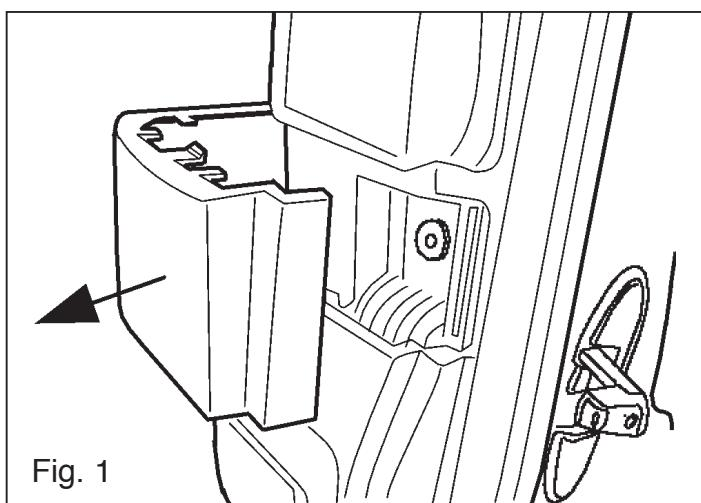

Fig. 1
1. Entfernen Sie die Stoßstange. Hierzu müssen Sie die Abdeckkappen unter den Rücklichtern erst abmontieren (Abb.1.) Achtung!!! Sorgen Sie dafür, dass die Stoßstange während der Arbeiten nicht beschädigt wird. Demontieren Sie die stählerne Stoßstangeninnenverkleidung, diese wird später nicht mehr benötigt. Wenn das Fahrzeug mit einer PDC (Parc Distance Control) ausgestattet ist, muss die Kabelhalterung bei den Punkten A aus der Stoßstange gelöst werden (siehe Foto). Befestigen Sie zwei M6x20-Schrauben in der Stoßstange mit einem Abstand von 545 mm zueinander, so dass diese mit den auf der Anhängervorrichtung befindlichen Löchern A korrespondieren. Das Ersatzrad herunter lassen. Den Auspuff runter hängen lassen und das Hitzeschild demontieren.
1. Zdemontować zderzak, w tym celu należy w pierwszej kolejności zdjąć osłony pod tylnym zespołem ośmiowym (rys.1). **Uwaga:** należy zwrócić uwagę aby w trakcie demontażu nie uszkodzić zderzaka. Zdemontować wewnętrzną metalową osłonę zderzaka, która nie będzie ponownie wykorzystywana. Jeżeli auto wyposażone jest w PDC, (kontroler dystansu parkowania) należy rozłączyć mocowanie przewodów w punktach A zderzaka (patrz rys.). W zderzaku należy przykręcić dwie śruby M6x20 w odległości 545 mm jedna od drugiej, w taki sposób aby korespondowały z otworami A znajdującymi się na hakach holowniczych. Opuścić w dół koło o zapasowe. Oraz opuścić wydech, zdemontować osłonę zderzaka.
D. Démontrer le pare-choocs. Pour cela il faudra démontrer les capsots de protection situés sous les feux arrière (figure 1). Attention !!! Veuillez à ne pas endommager le pare-choocs. Démontrer la garniture intérieure en acier du pare-choocs, celle-ci sera supprimée. Si le véhicule est équipé de PDG (Parc Distance Control), détacher du pare-choocs le support du câble situé à l'emplacement des points A (voir la photo). Monter deux boulons M6x20 dans le pare-choocs à 545 mm d'intervalle de sorte qu'ils correspondent aux trous Abaisser la roue de secours. A sur l'attache remorque. Laisser descendre l'échappement et démonter le bou-
1. Desmontar el parachoque. Para ello hay que desmontar primeros cubiertas debajo de las unidades de los luces traseras (fig. 1). ¡Atención!! Asegúrate de que no dañar el parachoque. Desmontar el armazón inferior de acceso del parachoque, el que queda anulado. Si el vehículo essta provisto de PDC (Parc Distance Control), soltar el soporte de cable del parachoque a la altura de los puntos A (véase la foto). Montar los tornillos M6x20 en el parachoque con los orificios intermedios. Bajar la rueda de repuesto. Bajar el tubo de escape y el de remolque. Bajar la rueda de repuesto. Bajar el tubo de escape y los puntos interiores del chasis y tirarlo a la otra de los puntos F, en los orificios existentes en el chasis, dos pernos nervados de seguridad M10x40 incluyendo arandelas planas y gomas. Colocar el parachoque y fijarlo a la estructura incluyendo los tornillos M6x20 incluyendo arandelas planas y gomas. Montar la placa encubre batería. Volver a poner la caja de la batería. Montar la batería en su sitio.